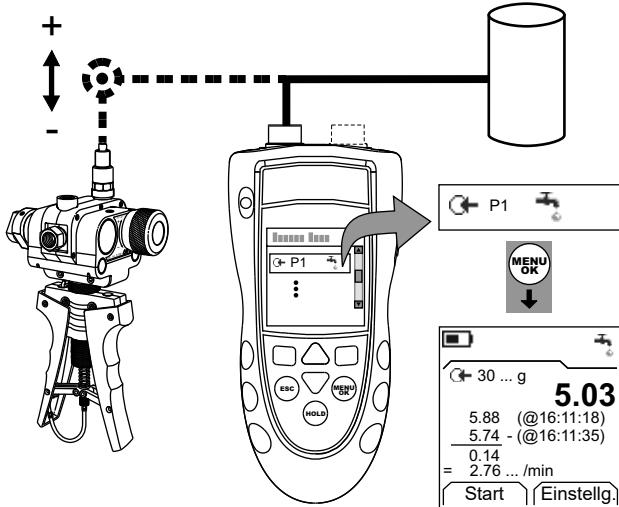

Abbildung 3: Beispielkonfiguration: Leckagetest
- Schließen Sie das Gerät an (Abbildung 3) und ändern Sie ggf. die Option *Konfig.* (Tabelle 1).